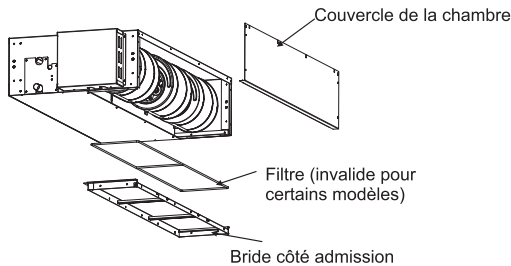

Fig. 3.1.3
- (2) Remettez le couvercle de la chambre retirée sur l'illustration de la Fig. 3.1.3, remettez en place la bride du côté de l'admission dans l'orientation illustrée à la Fig. 3.1.3.